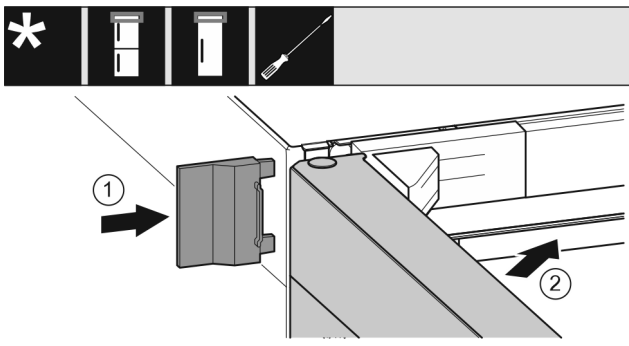

Fig. 24
- ▶ Надвиньте внешнюю крышку Fig. 24 (1).
- ▶ Закройте верхнюю дверь Fig. 24 (2).